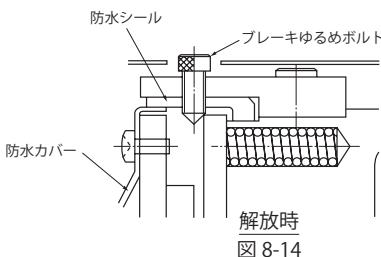

図 8-14
- (1)対角2ヶ所のブレーキゆるめボルトを一旦外し、手動解放防止用スペーサを取り除いた後、再度ボルトを六角スパナでねじ込んでいくとブレーキは解放されます。この時ブレーキゆるめボルトを回し過ぎないようにしてください。(ブレーキが解放されたか確認しながらブレーキゆるめボルトを回してください。) (図8-14、8-15参照)